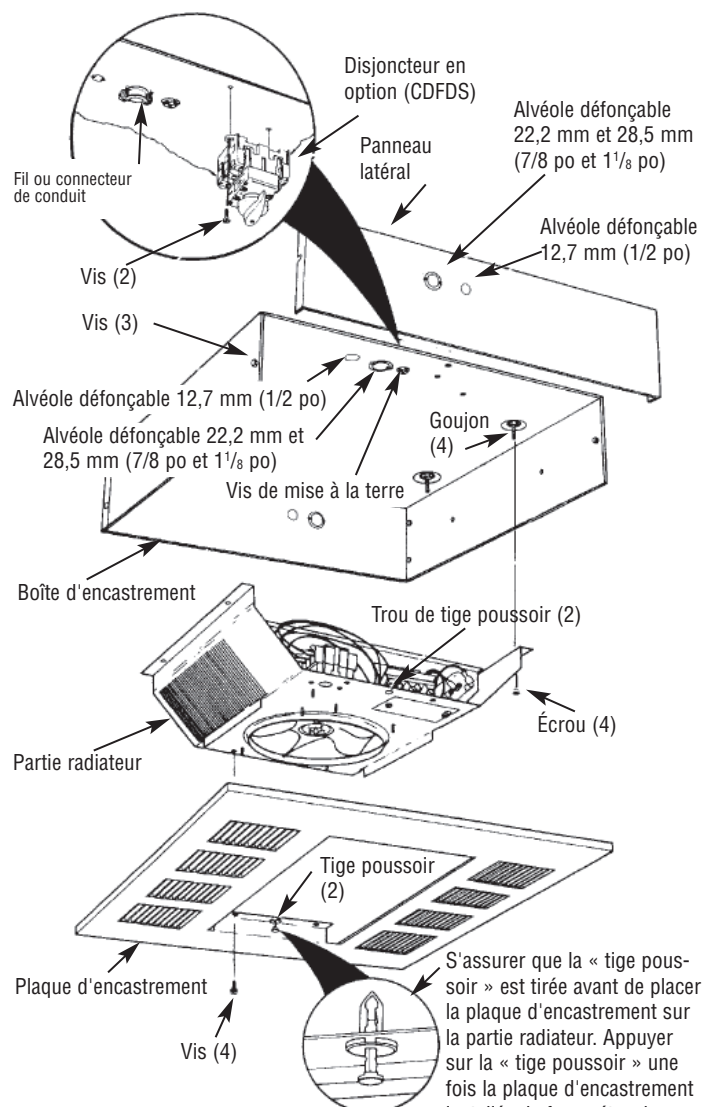

Figure 3
1. Retirer le radiateur en applique de l'emballage de carton. Le radiateur inclut (1) boîte d'encastrement, (1) radiateur, (1) plaque d'encastrement et (1) jeu de grilles.
2. Séparer la boîte d'encastrement de l'ensemble. Enlever les quatre (4) écrous des montants afin de pouvoir enlever le radiateur de la boîte de montage encastrée. Ne pas jeter les écrous car ils seront utilisés à l'étape 9 pour réinstaller le radiateur sur la boîte de montage encastrée.
3. Enlever les trois vis et le côté de la boîte d'encastrement pour faciliter le câblage (Figure 3).
4. Enlever une des alvéoles et installer un connecteur de câble ou de conduit (Figure 3).
5. Installer le disjoncteur en option CDFDS (si exigé, comme l'illustre la Figure 3). Consulter le manuel d'installation des accessoires pour câbler correctement.
8. Placer la partie radiateur par-dessus les goujons dans la boîte d'encastrement (Figure 3).
9. Pousser la section radiateur sur les montants et fixer solidement les quatre (4) écrous (enlevés à l'étape 3) sur les montants afin de fixer solidement la section radiateur sur la plaque de montage encastrée (Figure 3).
NÉGLIGER D'INSTALLER LES QUATRE ÉCROUS DE MONTAGE POURRAIT ENTRAÎNER LA CHUTE DU RADIATEUR (VOIR LA FIGURE 3).
REMARQUE : S'assurer que la « tige poussoir » à chaque extrémité de l'ouverture de la grille d'évacuation est tirée vers l'extérieur pour laisser le corps des tiges poussoir s'ajuster dans les trous de la partie radiateur (Figure 3).
NÉGLIGER D'INSTALLER LES QUATRE VIS POURRAIT ENTRAÎNER LA CHUTE DE L'ENVELOPPE D'APPLIQUE (VOIR LA FIGURE 3).
12. Installer et serrer fermement les quatre vis (fournies) pour fixer solidement la plaque d'encastrement à la partie radiateur (Figure 3).